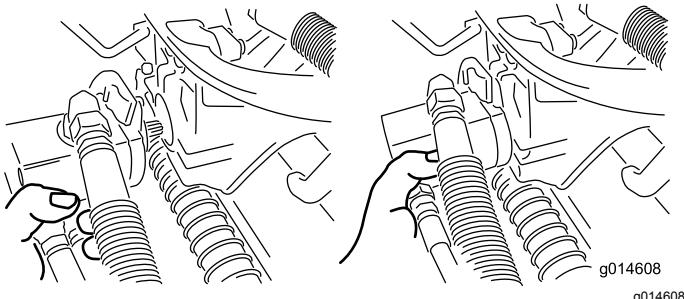

Figura 48
3. Mova o motor para o local de armazenamento na parte da frente do braço de suspensão (Figura 48).